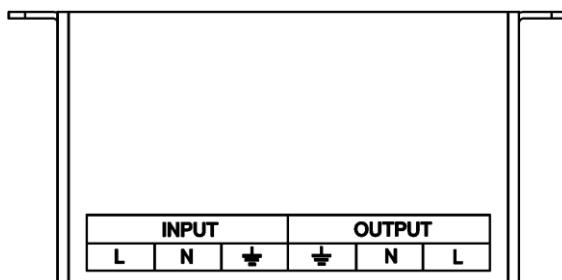

Рисунок 6 — Маркировка защитного кожуха
- подключение кабелей к клеммному блоку следует выполнять в соответствии с маркировкой, нанесенной на стенку кожуха (см. рисунок 6), все провода, для подключения к клеммному блоку изделия должны быть оконцованны кабельными наконечниками, комплект кабельных наконечников входит в комплект поставки;